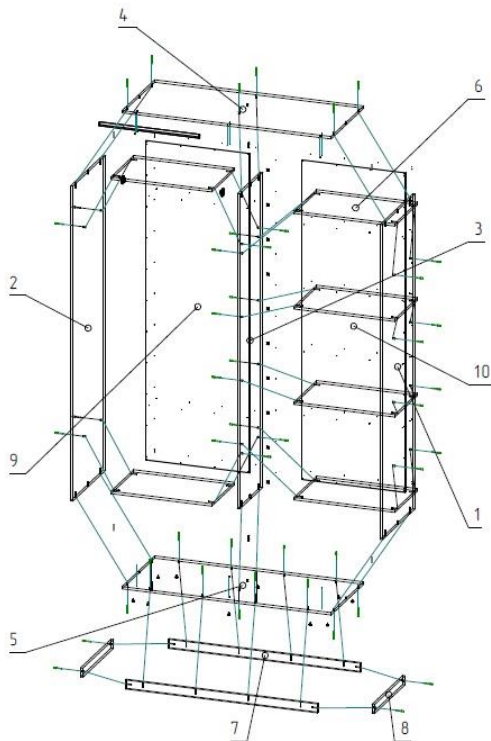

Рис.1
1. Соберите подиум шкафа (поз.7,8 и 5) Рис.1., предварительно установив пластиковые подпятники, с помощью винтов конфирмат 7*50.